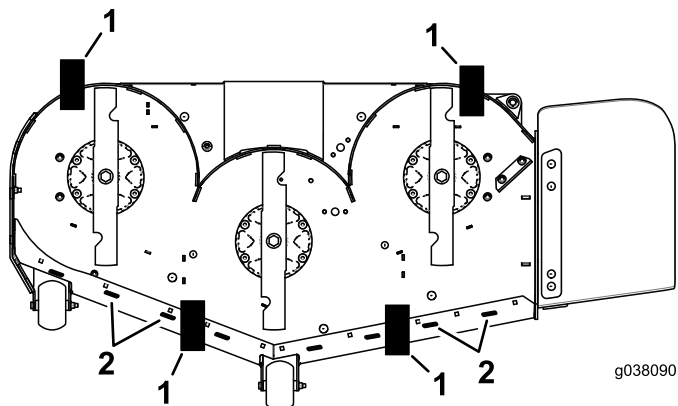

**Figure 87**
10. Desserrez lentement la vis de réglage sur le ressort d'aide au levage jusqu'à ce que vous puissiez enlever la vis (Figure 87).